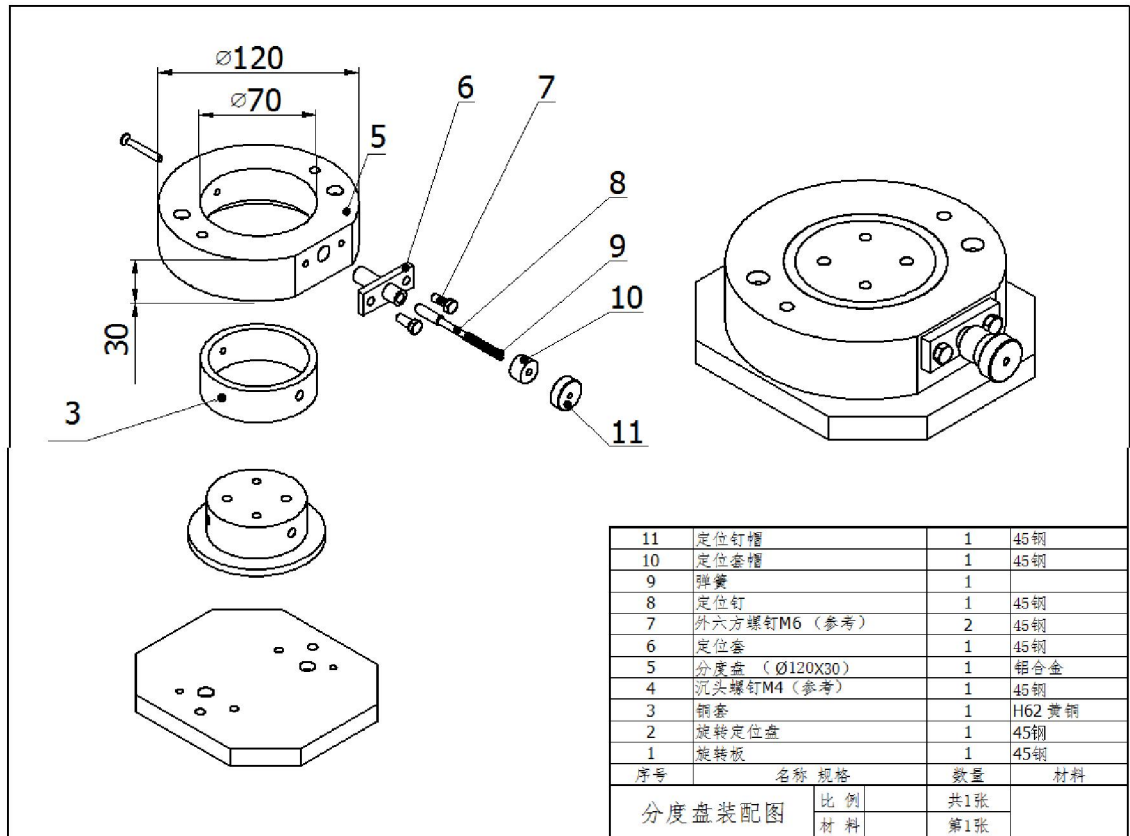

图 6. 分度盘组件示意图
2) 选手需自行完成旋转装置的加工，比赛时带到赛场，开赛前由裁判长组织裁判员对装置进行检查。该装置可参考图 6，也可自行设计，但需保证与其它夹具零件的连接。旋转装置参考如示意图 6。